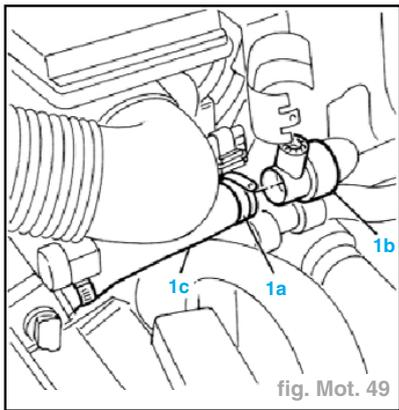

fig. Mot. 49
- Déposer le collier de fixation (1a) sur le thermostat (1b) et détacher le tuyau d'amenée de liquide réfrigérant au réchauffeur (1c) (fig. Mot. 49).